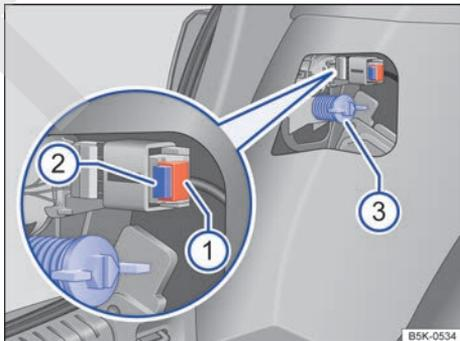

Fig. 168 Lateral del maletero: desmontaje del grupo óptico trasero. ▶
- ① Tenga en cuenta la lista de comprobación y lleve a cabo las operaciones descritas en ella → pág. 214.
- ② Abra el portón del maletero → pág. 83.
- ③ Por la zona del grupo óptico trasero, tire del guarnecido lateral del maletero hacia delante por la abertura.
- ④ Extraiga el seguro → fig. 168 ①. Presione el bloqueo → fig. 168 ② del conector y desacople el conector.
- ⑤ Desenrosque el tornillo de fijación con la mano → fig. 168 ③.
- ⑥ Suelte el grupo óptico trasero de la carrocería hacia atrás, con cuidado.
- ⑦ Retire el grupo óptico trasero y deposítelo sobre una superficie limpia y lisa.
- ① Coloque el grupo óptico trasero en el hueco de la carrocería con cuidado.
- ② Con una mano, sostenga el grupo óptico trasero en la posición de montaje; con la otra, enrosque fijamente el tornillo de fijación → fig. 168 ③.
- ③ Compruebe que el grupo óptico trasero haya quedado montado correctamente y esté bien fijado.
- ④ Acople el conector al portalámparas y encaje el seguro → fig. 168 ①.
- ⑤ Monte el guarnecido lateral del maletero.
- ⑥ Cierre el portón del maletero → pág. 83.